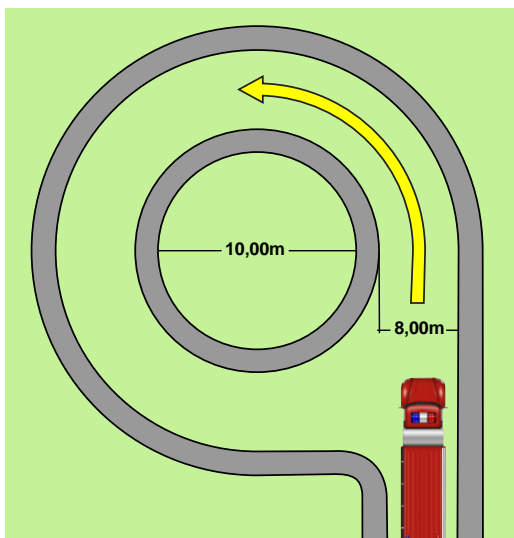
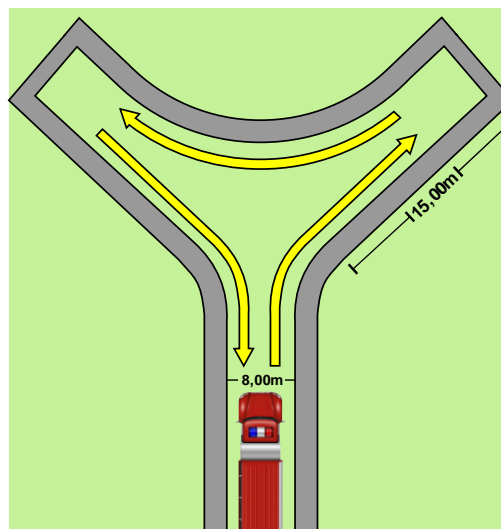
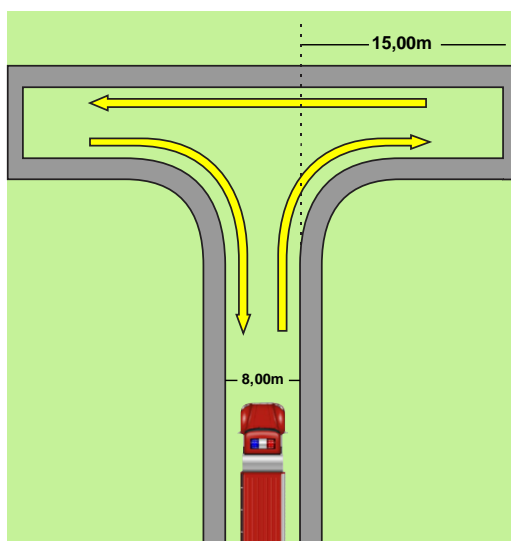

Figura 1 Retorno Circular
Figura 2 Retorno em Y
Figura 3 Retorno em T
- Figura 1 Retorno Circular
- Figura 2 Retorno em Y
- Figura 3 Retorno em T
5.1.4 A via urbana que exceda 45 m de comprimento deve possuir retorno circular (Figura 1), em formato de “Y” (Figura 2) ou em formato de “T” (Figura 3), respeitadas as medidas mínimas indicadas.